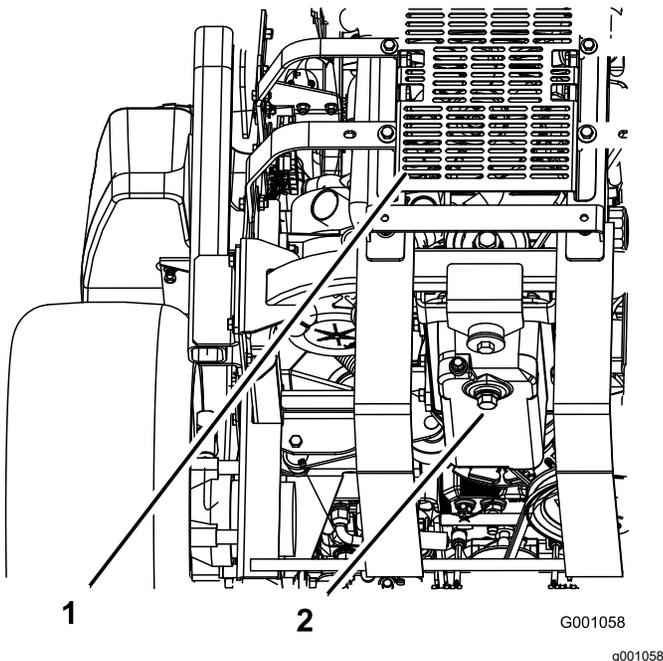

Figure 65
5. Placez un bac de vidange sous l'orifice de vidange. Retirez le bouchon de vidange et laissez s'écouler toute l'huile (Figure 65).